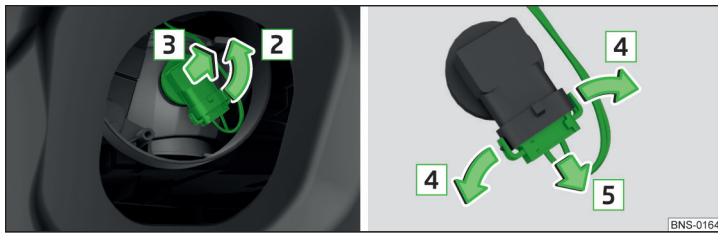

Fig. 373 Înlocuirea becului farului de ceață
- Rotiți soclul împreună cu becul incandescent până la limită în sensul săgeții **2** » fig. 373.